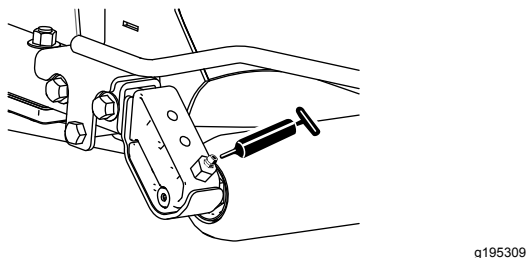

Figure 46
- 2 (par unité de coupe) roulements de rouleau arrière (Figure 46)